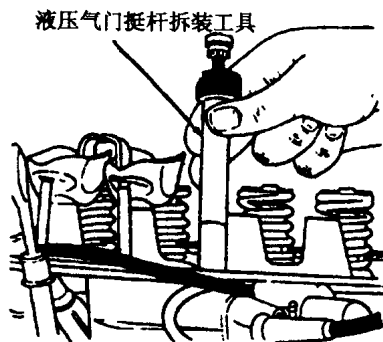

图 2-10 液压挺杆的安装
①将液压挺杆浸泡机油后用工具装入挺杆孔中(图 2-10)。
②组装气缸盖时,在气门导杆上涂上机油,并装入导管孔内。进排气门的油封有不同的标记,有“INT”标记的为进气门油封,有“EXH”标记的为排气门油封,加大直径的气门有加大尺寸的油封,不要装错。锥形气门弹簧的大端应朝向气缸盖,用气门弹簧拆装工具压缩弹簧后,装上气门锁夹。最后,用橡胶锤子轻敲气门弹簧侧边,使锁夹及气门弹簧更好地落座。
③安装气门盖垫时,应保持垫的干燥状态,不允许涂密封胶,将有字的一面朝上。